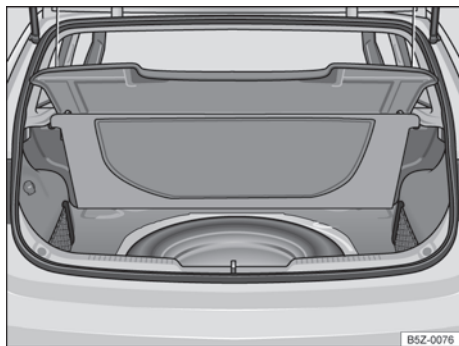

Fig. 145 No compartimento de bagagem embaixo do revestimento do assoalho: roda de emergência e ferramentas de bordo.
As ferramentas de bordo e a roda de emergência estão localizadas no compartimento de bagagem, sob o revestimento do assoalho → **Fig. 145**.
- Levantar o revestimento do compartimento de bagagem → **Fig. 145**.